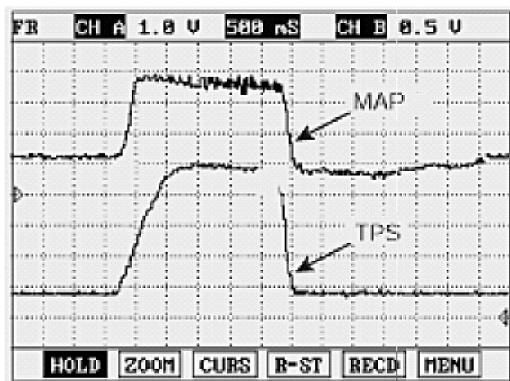

图 5-99 MAP 信号与 TPS 信号标准波形
① 点火开关置 OFF 位置。
② 将 MAP 的信号端子和 TPS 的信号端子连接到示波器。
③ 暖机至正常工作温度。
④ 通过踩下和释放加速踏板测量 MAP 和 TPS 的信号波形。如图 5-99 所示，规定值 MAP 信号应与 TPS 信号成正比。加速期间，MAP 输出电压增加；减速期间，MAP 输出电压减少。波形是否符合规定值？